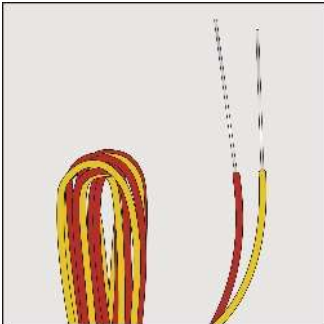

Abb. 3-36
- Ziehen Sie die PVC-Isolierung ab, wenn es sich um Cut-and-Pull Drähte handelt oder wenn die Drahtenden einfach abgeschnitten wurden (Abb. 3-36).